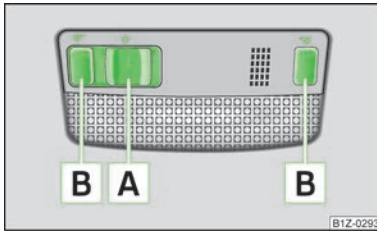

Abb. 23
- Den Schalter **A** » Abb. 23 zum Rand der Leuchte drücken, es erscheint das Symbol ☞.
- Den Schalter **A** » Abb. 23 in die Mittelstellung **0** drücken.
- Den Schalter **A** » Abb. 23 zur Mitte der Leuchte drücken, es erscheint das Symbol ☞.
- Die Schalter **B** » Abb. 23 drücken, um die Leseleuchten ein- bzw. auszuschalten.
Ist die Bedienung der Leuchte mit dem Türkontaktschalter eingeschaltet (Schalter **A** » Abb. 23 in der Stellung ☞), leuchtet die Leuchte auf, wenn: